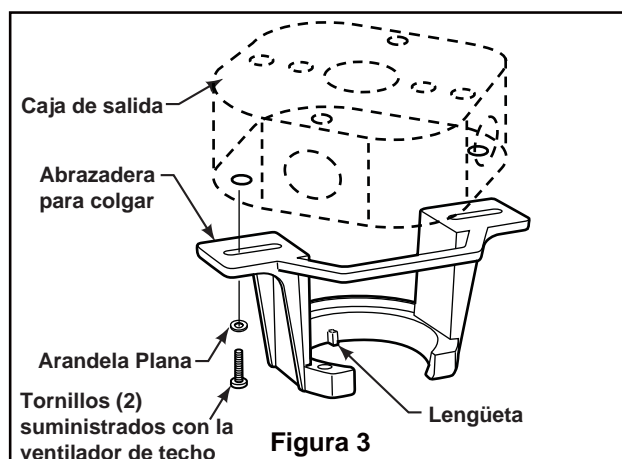

Figura 3
Uso del soporte (Figura 3)
- 3.** Afloje los dos tornillos de fijación del soporte del barral. Introduzca los cables de color negro, azul y blanco a través de la varilla. (Figura 3)
1. Fije bien la abrazadera para colgar a la caja de salida (no se incluye) con los tornillos y las arandelas provistas con la caja de salida. (Figura 3)
3. Luego de empalmar los cables y realizar la conexión, sepárelos y dóblelos hacia arriba con el conductor con conexión a tierra y el conductor con conexión a tierra del equipo debe ir en un lado de la caja de distribución eléctrica y el conductor sin conexión a tierra debe ir del otro lado. (Figura 3)
3. Fije los soportes de aspas al soporte del motor mediante los tornillos de 1/4"-20 desde el bolsas de accesorios a través de los orificios ubicados al costado del soporte del motor. (Figura 3)
3. Fije adecuadamente el adaptador de 9 pines desde el motor a la sujeción del arnés del cable ubicado dentro de la unidad del kit de iluminación. (Figura 3)
3. Verifique el funcionamiento del ventilador tirando levemente de la cadena de encendido/apagado para el control de la velocidad. (Figura 3)